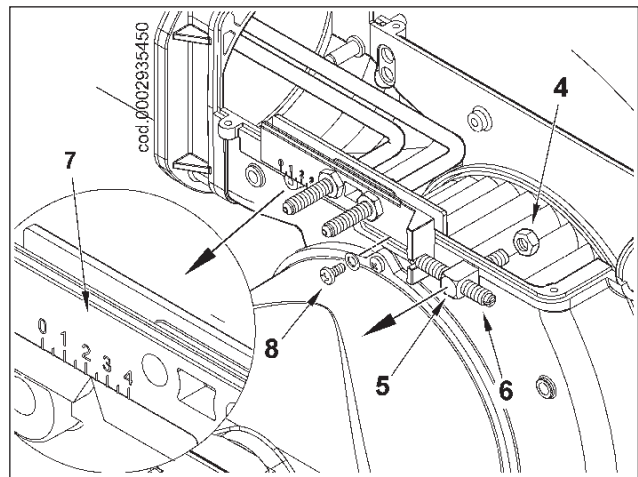

图2
- 3) 将点火电缆接头从4上拆下，将2个螺母5从混合单元上拆下。（见图2）